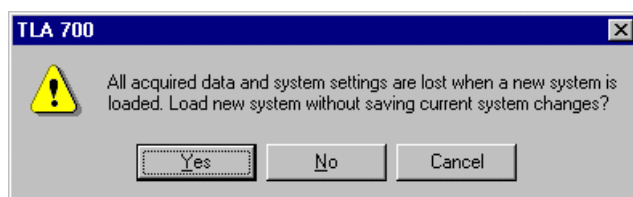

図 B-2 : 設定とデータを保存しないで設定を書き替えることを確認する TLA700 ダイアログ・ボックス
2. 図 B-2 のような現在の設定とデータを保存しないで設定を書き替えることを確認する TLA700 ダイアログ・ボックスが表示されるので、保存しないで設定を書き替える場合には、<Yes>ボタンをクリックするか、[Enter]キーを押します。保存する場合には<No>をクリックします。